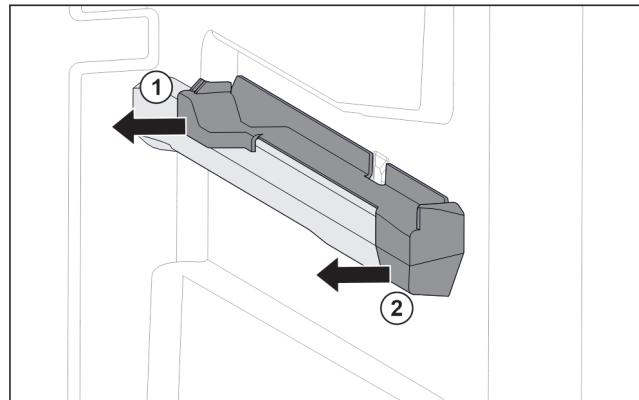

Fig. 118 Piesă de fixare pe nervura din dreapta a recipientului
- Scoateți piesa de fixare din spate în lateral. Fig. 118 (1)
- Scoateți piesa de fixare din față în lateral. Fig. 118 (2)